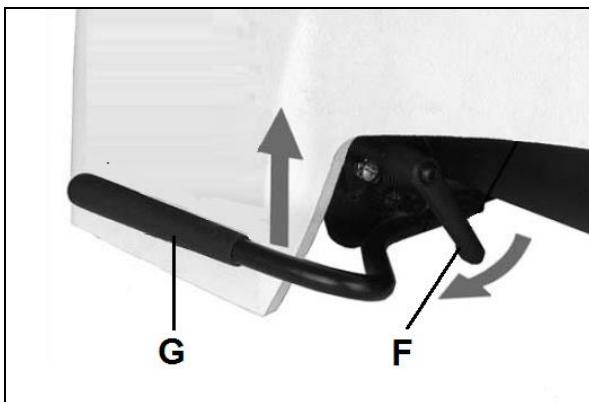

Fig 22
Détendre la courroie. Pour cela, tirer sur la poignée (F, Fig. 22) et soulever le moteur avec le levier (G).